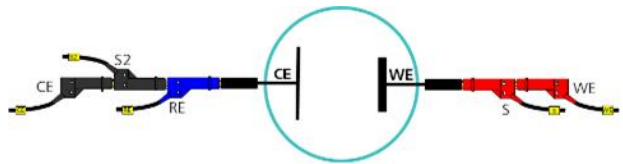

Abbildung 5. Elektrodenanordnung bei Verwendung einer Zwei-Elektroden-Zelle.
Bei der Verwendung einer Zwei-Elektroden-Zelle ist die Leitung der Referenzelektrode mit der Gegenelektrode (CE) verbunden, während die Sense-Leitung mit der Arbeitselektrode verbunden ist (**Abbildung 5**).
Hierbei wird die Potentialdifferenz zwischen den beiden Elektroden zwischen der RE- und S-Leitung gemessen. Wie in **Abbildung 5** dargestellt, ist es möglich, die S2-Leitung zusammen mit der Referenzleitung an die Gegenelektrode anzuschließen. Allerdings misst der PGSTAT dann ein Potential von 0 V, da die Potentialdifferenz zwischen zwei direkt miteinander verbundenen Leitungen 0 V beträgt.